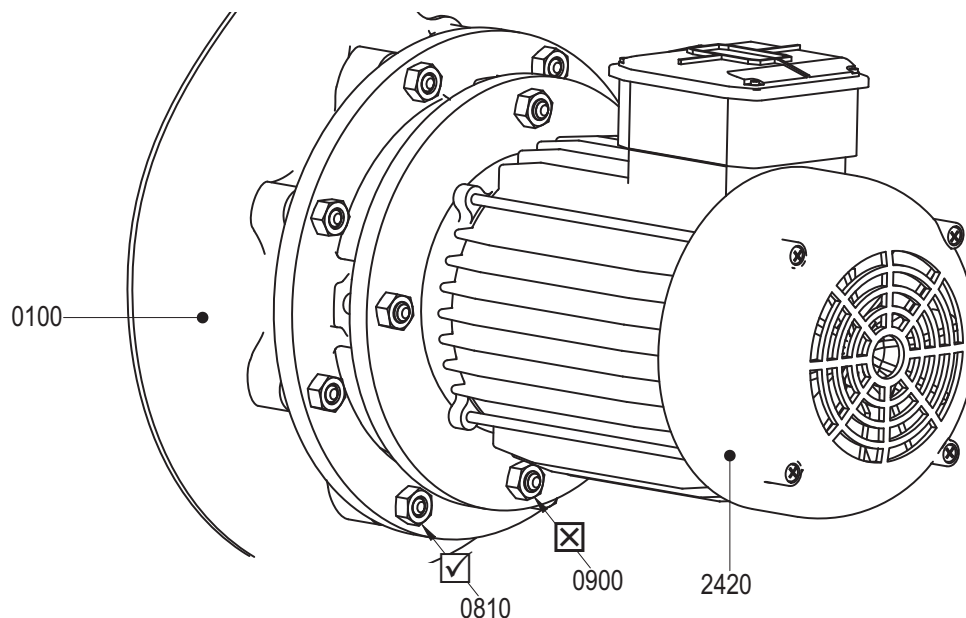
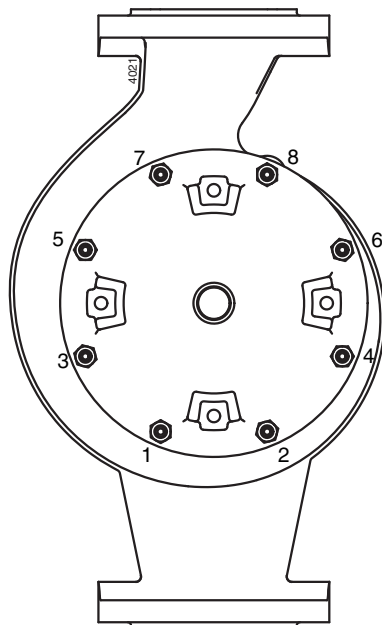

Рисунок 5: Расположение гаек крепления.
Рисунок 6: Последовательность отвинчивания гаек крепления проставочного кольца.
- 1 Отвинтите гайки крепления проставочного кольца (0810), см. рисунок 5. Если насос находится в трубопроводе, начинайте снизу и продвигайтесь с двух сторон в верхнем направлении, см. рисунок 6.